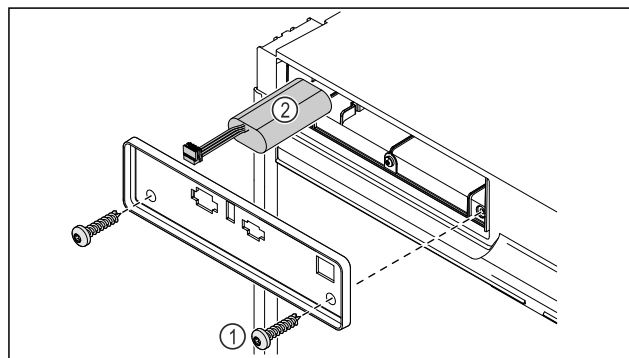

Fig. 189
- ▶ Skruva ur skruvarna och ta av skyddet på skåpets baksida Fig. 189 (1).
- ▶ Lossa och ta ut batteriet Fig. 189 (2).